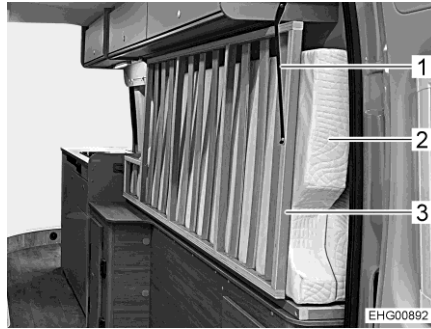

Fig. 54 Letto a destra in posizione di trasporto
- Chiudere longitudinalmente il materasso (Fig. 54,2) del letto di destra (visto in direzione di marcia) e spingerlo completamente verso l'esterno tenendolo verticale sul bordo (vedere Fig. 54).
- Ribaltare verso l'alto la rete del letto (Fig. 54,3) di destra.
- Fissare l'estremità posteriore della rete del letto con del nastro di sostegno (Fig. 54,1).